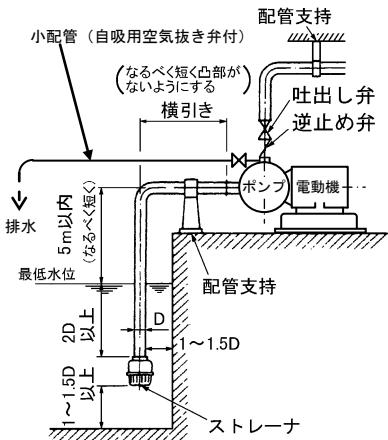

図 2 据付図
- (1) ポンプに吸込配管、吐出し配管の荷重がかからない様に配管してください。
- (2) 吐出し配管が長い場合、実揚程が高い場合、および 2 台以上のポンプ並列運転の場合には、必ずポンプの吐出し側に逆止め弁と空気抜き弁(以下、自吸用空気抜き弁)を取付けてください。自吸用空気抜き弁は、自吸運転中、吸込配管の空気を排出するためのもので、逆止め弁のすぐ下に取付けてください。自吸用空気抜き弁の末端は、自吸完了時、勢いよく水が出ますので小配管を設け水源へ戻してください。
- (3) 装置上、どうしても空気だまりが避けられない箇所には、空気抜き弁を取付けてください。ただし、吸込配管などで、負圧になる所には取付けないでください。逆に空気を吸込みます。
- (4) 水撃(ウォータハンマ)がおこる危険性のある場合は、急閉逆止め弁を設けるなどの対策を施してください。
- (5)
- (a) 吸込配管の末端は、図 2 のように管径(D)の 2 倍以上深く、底面および側壁より 1~1.5D 以上離してください。